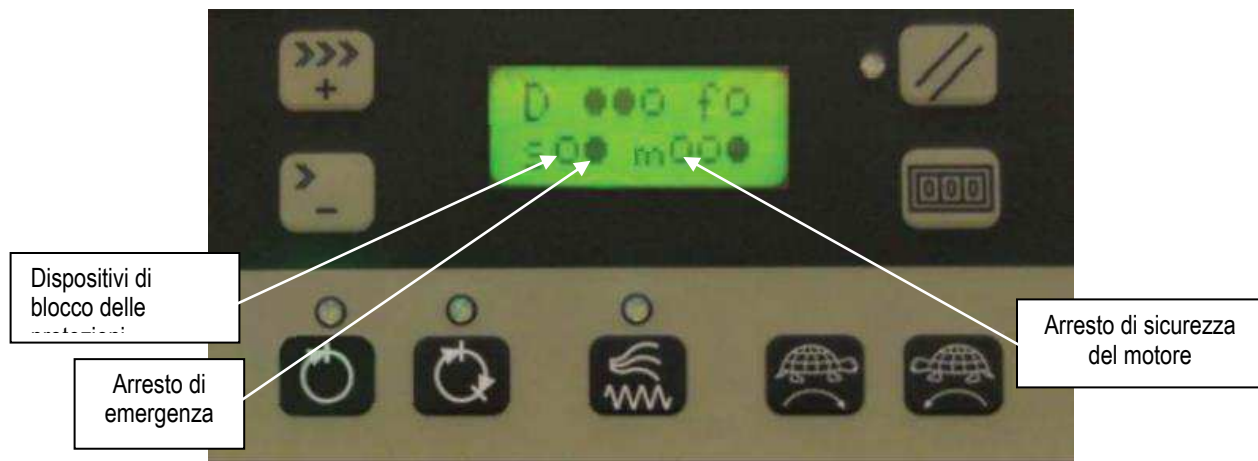

Figura 17
4. Sul visualizzatore del pannello di comando, verificare che l'identificatore di input sia ATTIVO  (vedere Figura 17).
5. Aprire la protezione anteriore. Verificare che l'identificatore di input "Dispositivi di blocco delle protezioni" sia DISATTIVO  (vedere Figura 17).
7. Sul visualizzatore del pannello di comando, verificare che l'identificatore di input "Dispositivi di blocco delle protezioni" sia ATTIVO  (vedere Figura 17).
11. Verificare che l'identificatore di input "Arresto di emergenza" sia ATTIVO  e che l'identificatore di input "Arresto di sicurezza motore" sia DISATTIVO  (vedere Figura 17).